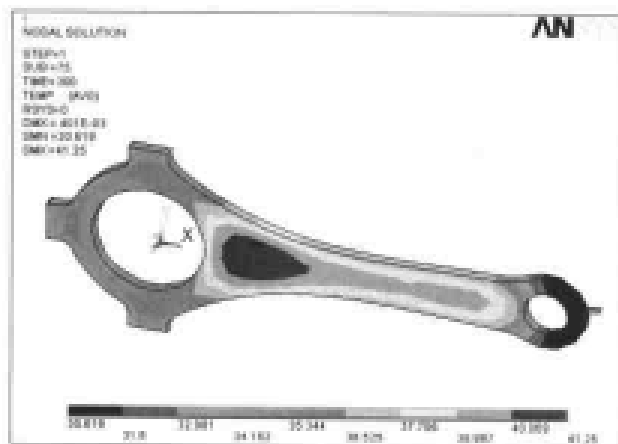

图 13-113 温度场分布等值线图
(1) 选择 Main Menu | General Postproc | Read Results | Last Set 命令。
(2) 选择 Main Menu | General Postproc | Plot Results | Contour Plot | Nodal Solu 命令, 出现 Contour Nodal Solution Data 对话框, 选择 Nodal Solution | DOF Solution | Nodal Temperature 选项, 单击 OK 按钮, ANSYS 显示窗口显示如图 13-113 所示的温度场分布等值线图。